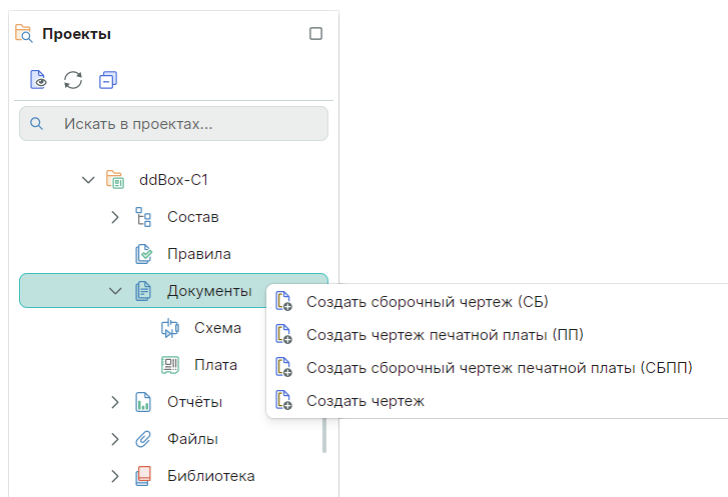

Рис. 56 Создание чертежей в дереве проекта
2. Вызовите контекстное меню и выберите создание нужного чертежа, см. Рис. 56.